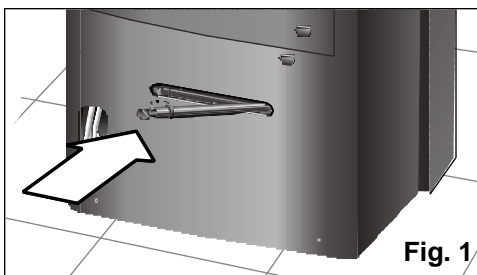

Fig. 1
- ❑ Verzeker u ervan dat de dop, Fig. 1, op de afvoerbuis van het water zit, om te voorkomen dat het water naar buiten vloeit en zodoende de steunoppervlakte nat maakt.